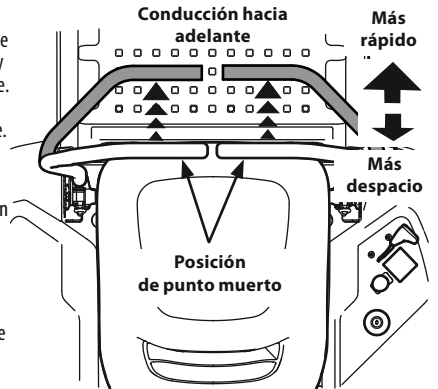

Figura 21
1. Mueva las palancas de control de la transmisión de barras de seguridad lenta y suavemente hacia adelante. El tractor comenzará a desplazarse hacia adelante. Consulte la Figura 21.